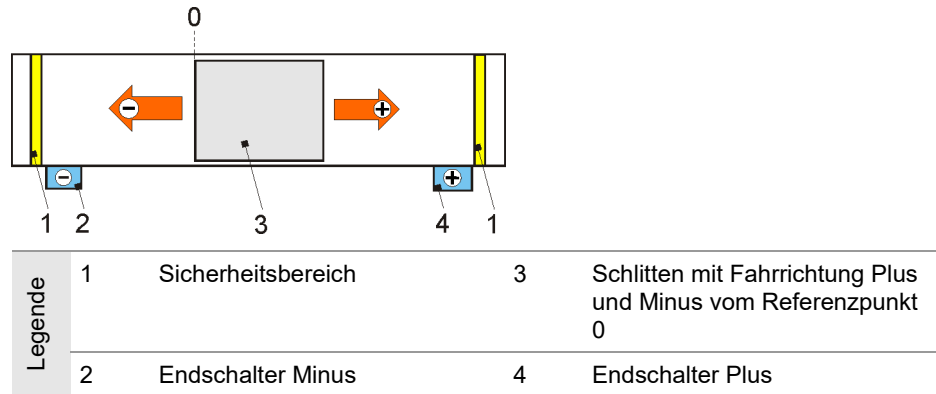

Bild 6: Beispiel Verfahrrichtung und Endschalter-Beschaltung
2. Die Drehrichtung des Motors prüfen. Sie muss die Sicherheits-endschalter berücksichtigen (Bild 6). Ggf. die Drehrichtung des Motors ändern.